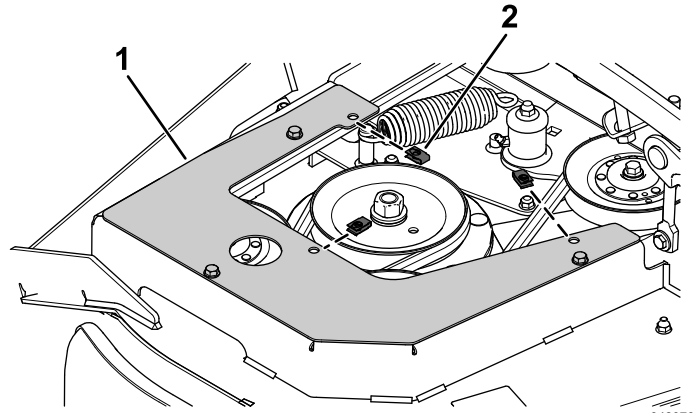

Рисунок 4
2. Встановіть 3 зажими на ліве огородження шківів (Рисунок 4).